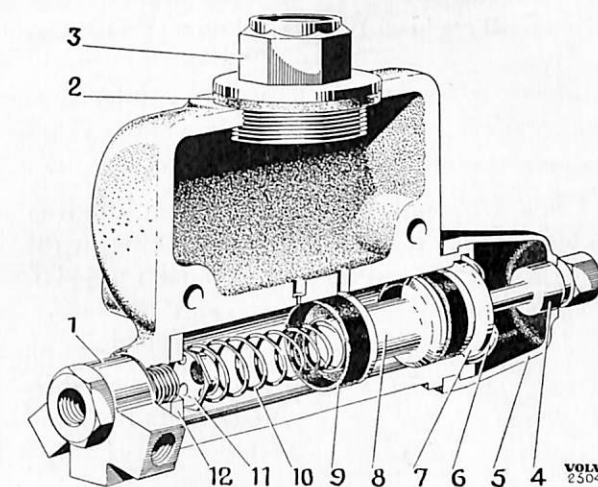
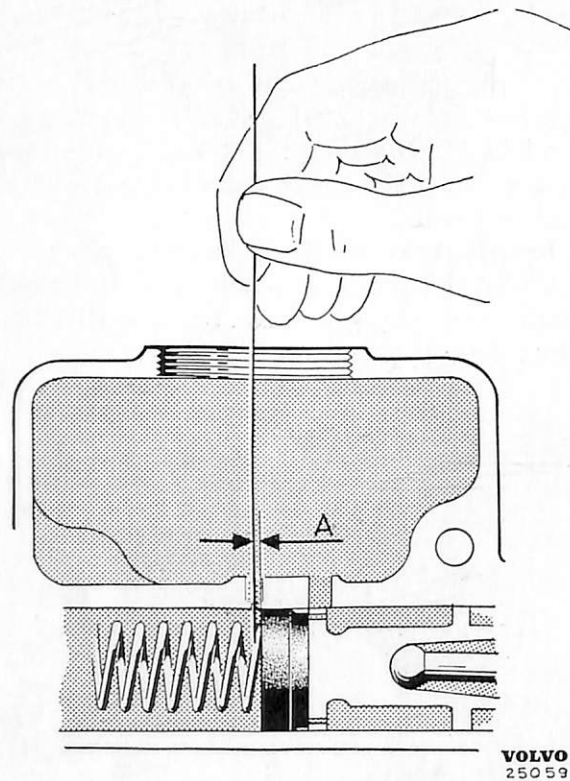

Bild 21. Huvudcylinder.
Bild 23. Kontroll av utjämningshål.
2. Kräng gummikåpan (5 bild 21) av huvudcylindern och tag bort tryckstång (4) med gummikåpa.
3. Tag ut kolv (8), packning (9), returfjäder (10) med ventil (11) samt packning (12).
4. Tag bort trevägsförgrening (1) med bromskontakt.
1. Placera packningen (12 bild 21) samt ventil och returfjäder (10) i cylindern.
2. Montera bakre packning på kolven (8). Doppa kolv och packning (9) i bromsvätska och tryck in dem i cylindern. Sätt stoppbrickan (7) på sin plats och montera låsringen (6).
3. Placera tryckstangen (4) i kolven (8) och kräng gummikåpan (5) över ansatsen på huvudcylindern. Montera trevägsförgreningen (1) med bromskontakt.
4. Kontrollera att utjämningshålet är fritt genom att sticka en 0,5 mm tråd genom utjämningshålet (bild 23). Kolven skall där efter kunna tryckas in ca 0,5 mm (A bild 23) innan tråden fastnar. Var försiktig så att ej packningen skadas. Är utjämningshålet ej fritt är huvudcylindern i regel felaktigt hopsatt.